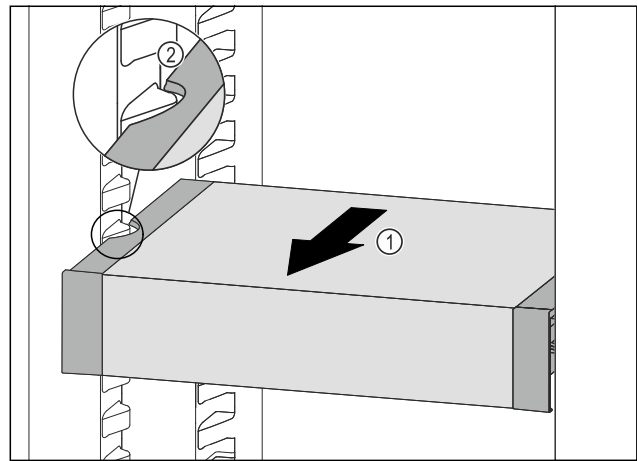

Fig. 200
- ▶ Tirare VarioSafe in avanti Fig. 200 (1) fino a quando le cavità laterali di VarioSafe non si trovano al livello della nervatura del contenitore nel vano frigorifero. Fig. 200 (2)